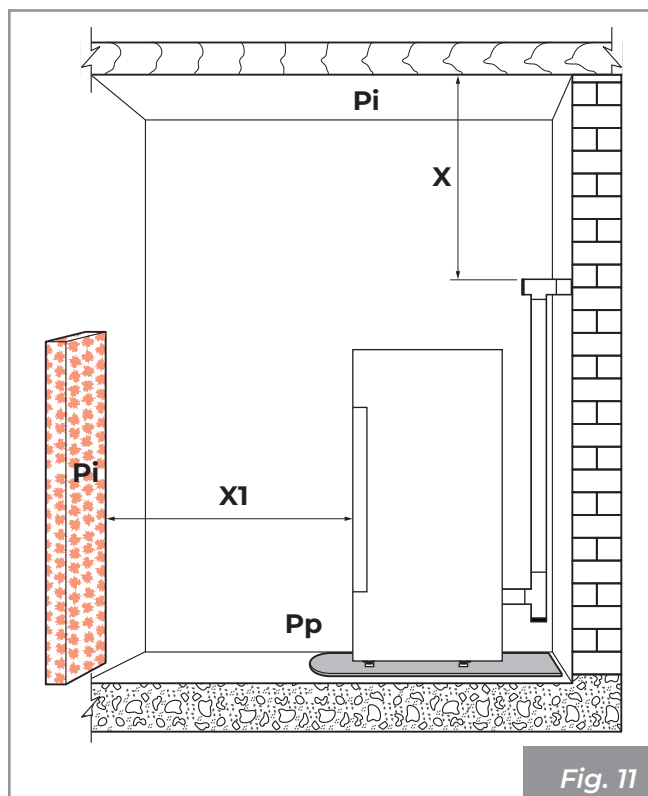

Fig. 11
Il est important de respecter la distance minimale par rapport aux matériaux inflammables (X) indiquée sur la plaque signalétique des tubes utilisés pour réaliser la cheminée ( Fig. 11).